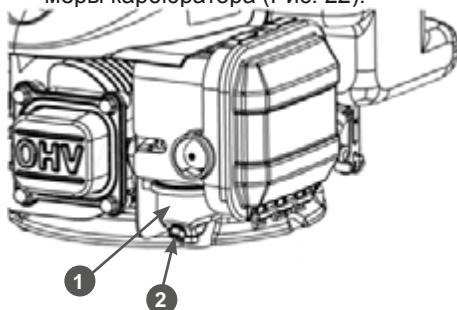

Рис. 22. Слив топлива из карбюратора
1. Установите под карбюратор 1 подходящую емкость (Рис. 22).
2. Открутите болт 2 сливного отверстия и спейте топливо из поплавковой камеры карбюратора (Рис. 22).